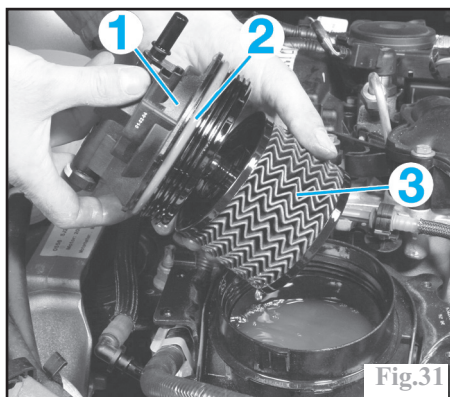

Fig.31
Déposer le couvercle (1) (Fig.31).